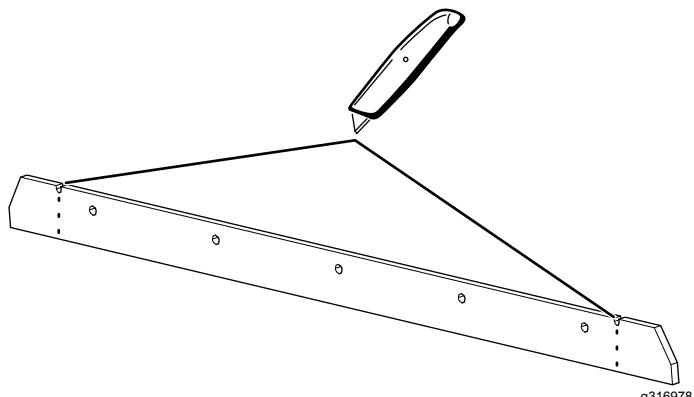

Figura 2
1. Corte la rasqueta en las muescas, como se muestra en la Figura 2.